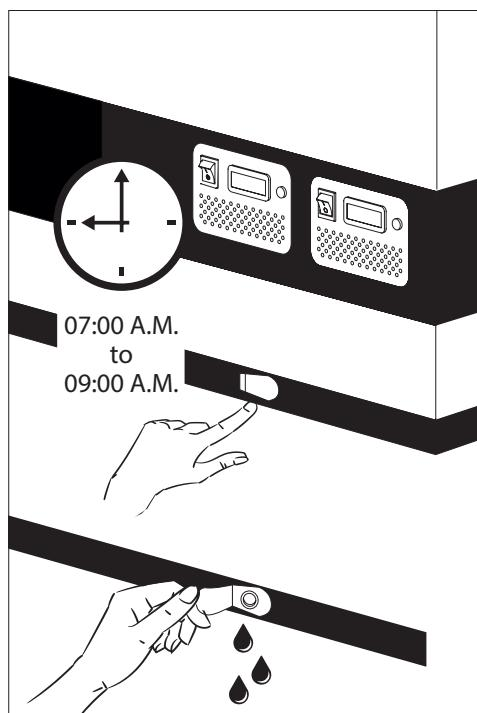

图 9
1. 关闭 ON/OFF 按钮断开电源。重要提示！仅关闭疫苗柜的电源。（见图 9）